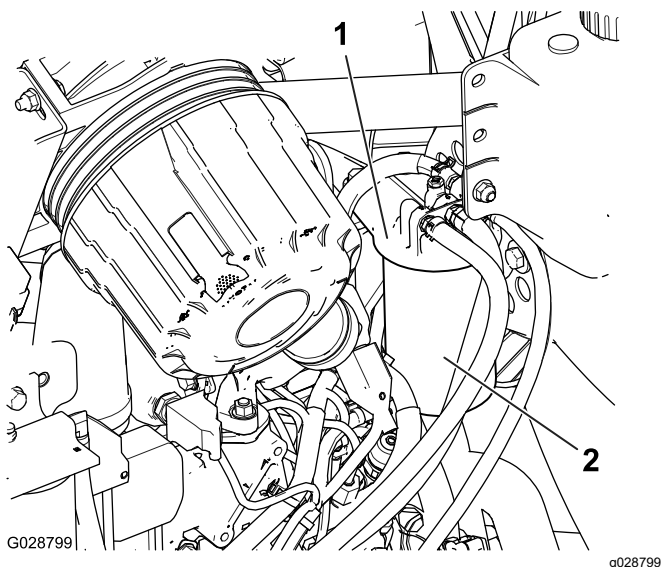

Figura 57
1. Očistěte oblast kolem hlavy palivového filtru (Figura 57).
2. Demontujte filtr a vyčistěte montážní plochu hlavy filtru (Figura 57).